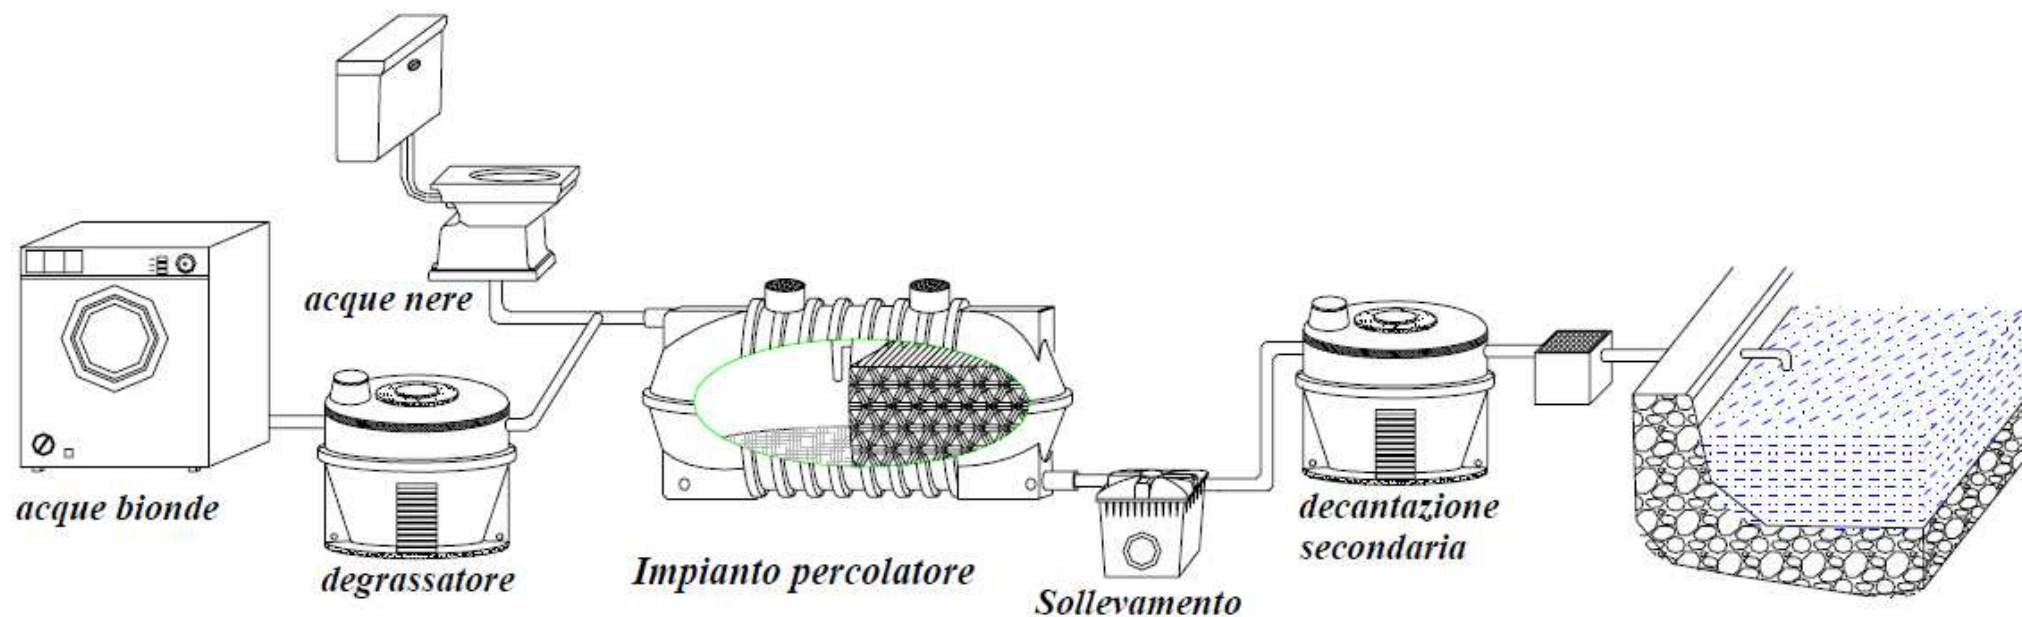

Fig.1 – Esempio tipico d'installazione
- Installare la fossa come indicato dallo schema d'installazione allegato (Fig.1) seguendo le modalità di interro <https://www.zeta-plast.com/download/modalita-di-interro>